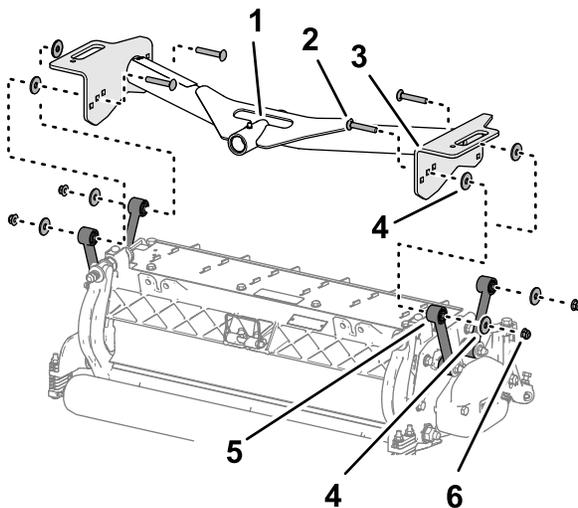

Рисунок 17
1. Совместите отверстия в пластинах передней несущей рамы с отверстиями в монтажных пластинах режущего блока (**Рисунок 17**).
2. Установите шайбу между несущей пластиной и тягой (**Рисунок 17**) и соедините пластины и проставку, не затягивая, с помощью каретного болта ($\frac{3}{8}$ x $2\frac{1}{4}$ дюйма), шайбы и фланцевой контргайки ($\frac{3}{8}$ дюйма).